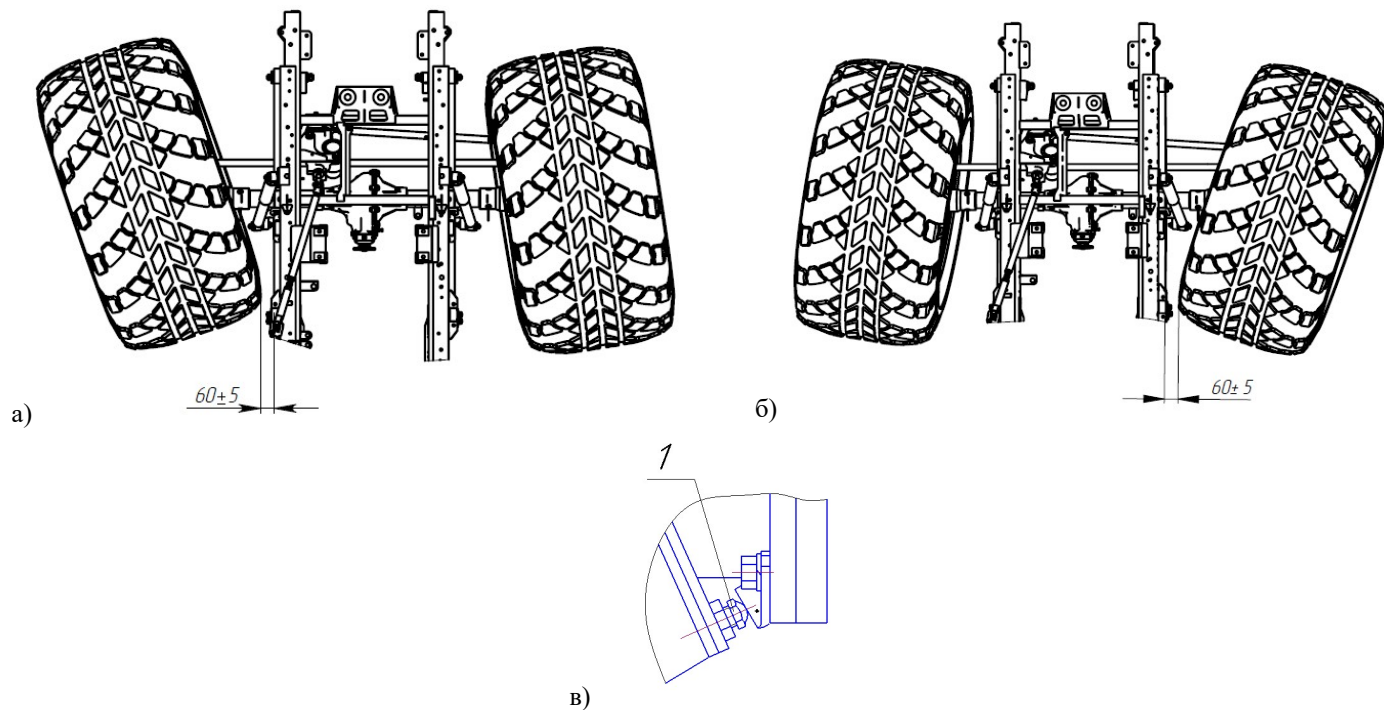

Рис. 6.18. Регулировка углов поворота колес.
Произвести регулировку углов поворота колес переднего моста влево (см. Рис. 6.18 а) и вправо (см. Рис. 6.18 б). Для этого регулировочные болты упоров-ограничителей (Рис. 6.18 в) поворота колес выставить таким образом, чтобы колеса по боковой поверхности шин сзади, при поворотах до упора в регулировочные болты, не доходили до боковых поверхностей рессор на 60 ± 5 мм (Редуктор КР, диск №3, шина 1280 – расстояние от боковой поверхности шин сзади до боковых поверхностей рессор – 115 мм).
12. Установить колеса ВТС на твердую горизонтальную поверхность и запустить двигатель. Упоры отрегулированы правильно если не происходит перекоса моста при повороте рулевого колеса от «упора» до «упора». При этом упорные болты 1 (рисунок 6.18) должны не доходить до балки моста 0,5...1 мм.
13. При увеличенном зазоре от упорного болта 1 (рисунок 6.18) до балки (более 0,5...1 мм) (колеса ВТС стоят на
б) Поворачиваем руль до упора вправо. Вращаем упор ограничительного винта 1 против часовой стрелки, контролируя при этом расстояние между упорным болтом и упором (рисунок 6.18). Расстояние должно быть не более 0,5...1 мм.
в) Поворачиваем руль до упора влево. Вращаем упор ограничительного винта 2 против часовой стрелки, контролируя при этом расстояние между упорным болтом и упором (рисунок 6.18). Расстояние должно быть не более 0,5...1 мм..